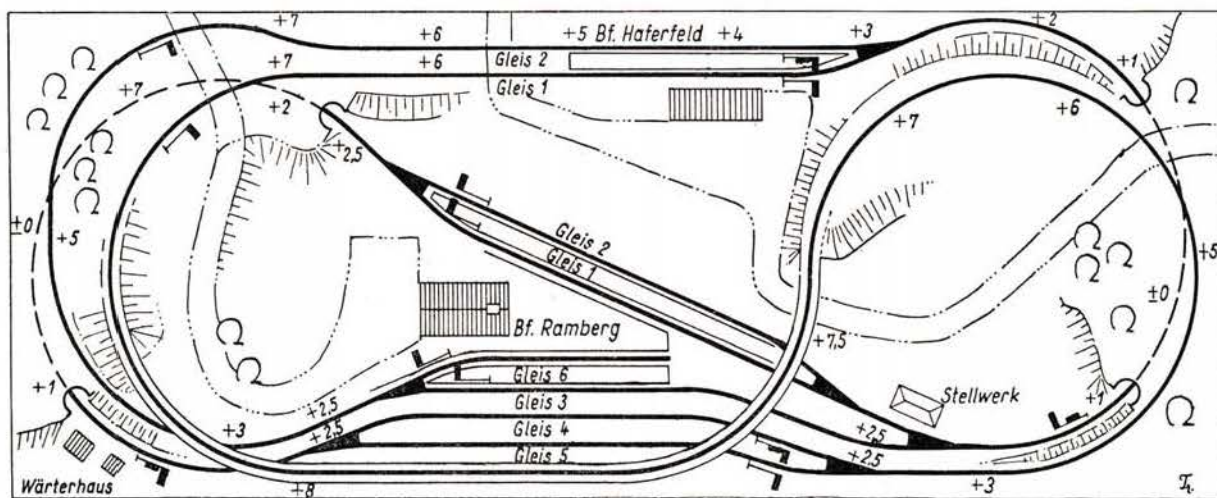

Bild 1 Gleisplan
- Bild 1 Gesamtüberblick über die Anlage. Die gesamte Strecke wird vollautomatisch gesteuert. Sie besteht aus einer zweigleisigen Hauptbahn und aus zwei Nebenbahnen, davon ist eine eine Bergstrecke.
- Bild 1 Ein wirklich kleines Wunderwerk in guter Präzision und hervorragender Detaillierung stellt die fünf-fach gekuppelte Schmalspurlokomotive der BR 99 der DR dar, die 105 mm über Kupplung lang ist.